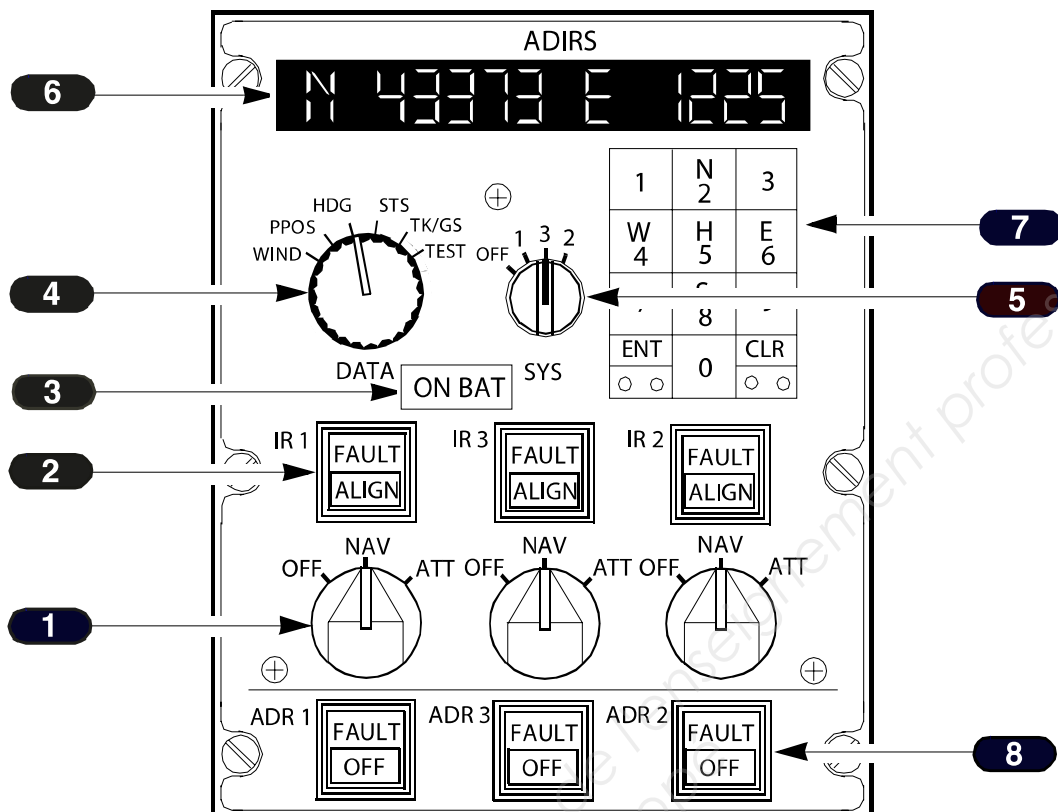

Figure 6 : boîte de commande ADIRS (ou ADIRS CDU)
- **1 boîte de commande ADIRS** (voir figure 6 page 9 du DT) ou ADIRS CDU (Command and Display Unit) située sur le panneau supérieur pour la sélection des modes (NAV, ATT, OFF) et les indications de pannes.